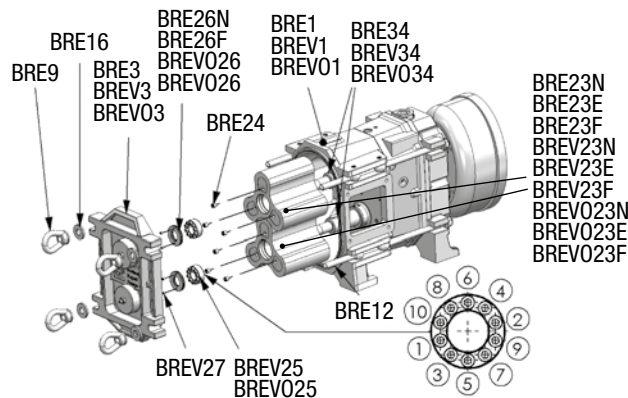
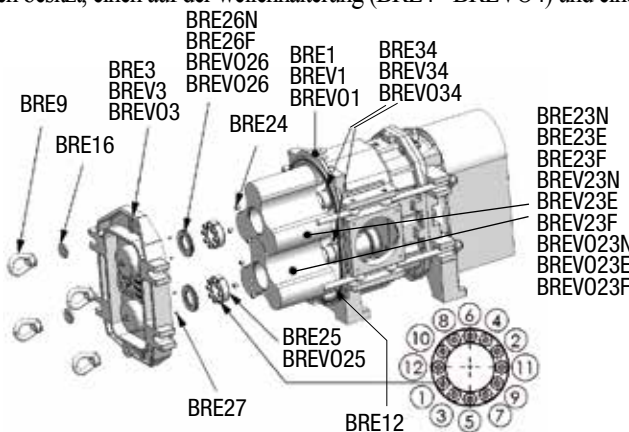

Abb. 10-28. Bauen Sie den hinteren Deckel und die Kolben an. BR EVO 90 - 170
Abb. 10-29. Bauen Sie den hinteren Deckel und die Kolben an. BR EVO 260
Die Federn (BRE34 - BREV34 - BREVO34) in die Wellen einsetzen, benutzen sie dazu einen Gummihammer (BR EVO 90 - 170, Abb. 10-28) mit einem Inbusschlüssel von 5mm, um die beiden Schrauben zur Befestigung der Feder (BR EVO 260) anzuschrauben, (Abb. 10-29).
Setzen Sie die Drehkolben (BRE23N - BRE23E - BRE23F - BREV23N - BREV23E - BREV23F - BREVO23N - BREVO23E - BREVO23F) (Abb. 10-28/29) in die Wellen, achten Sie dabei darauf, die Kolben sowohl an den Seiten als auch auf den Flügeln einzufetten (benutzen Sie kein Fett oder Öle für Gummis vom Typ EPDM, für diesen Typ von Gummi verwenden Sie ausschließlich nur Seifenwasser oder Silikonöl).
Drehen Sie die 3 Madenschrauben zum Gewindeschutz (BRE24) auf, die sich an der sichtbaren Stelle des Drehkolbens befinden, benutzen Sie hierzu einen Inbus-Schlüssel von 6mm (Abb. 10-28/29).
**BREVO 90 - 170:** Setzen Sie die Verbindungsstücke (BR29) ein. Ziehen Sie die Verbinderschrauben mit einem dynamometrischen Schlüssel (Sechskant 5mm) stufenweise und gleichmäßig und kreuzweise an, wie in Abb. 10-28 gezeigt, Enddrehmoment 13 Nm. (**Achtung. Drücken Sie die Kolben während Sie die Verbindungsstücke anziehen.**)
**BR EVO 260:** Setzen Sie die Verbindungsstücke (BR29) ein. Ziehen Sie die Verbinderschrauben mit einem dynamometrischen Schlüssel (Sechskant 6mm) stufenweise und gleichmäßig und kreuzweise an, wie in Abb. 10-29 gezeigt, Enddrehmoment 20 Nm. (**Achtung. Drücken Sie die Kolben während Sie die Verbindungsstücke anziehen.**)
**BREVO 170 - 260:** setzen Sie die vorher in den Sitzen geschmierten O-Ringe (BR41 - BR37N - BR37F) in die Gewindekappe (BRE26N - BRE26F - BREV26 - BREVO26) ein. Drücken sie dann die Kappen in die Löcher auf den Drehkolben. Verschrauben sie die beiden mit Silikon bedeckten Madenschrauben zum Gewindeschutz (BREV27) mit einem Inbusschlüssel von 3mm. Montieren sie den zusammengesetzten Deckel (Abb. 10-28/29).